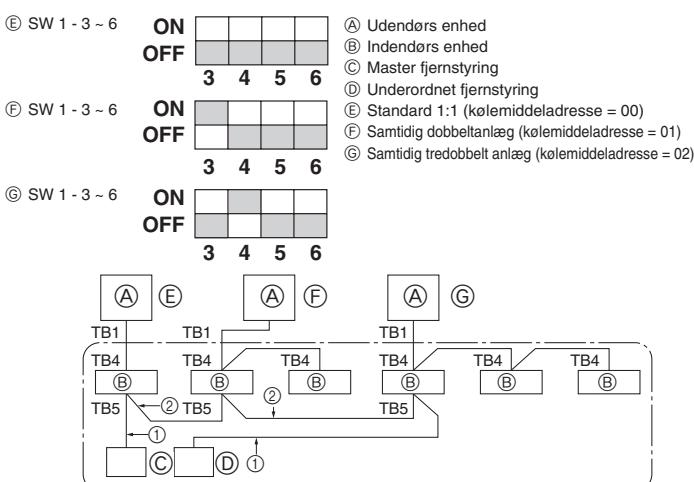

Fig. 9-1
① Tilslut strøm (hovedafbryder).
② Efter at gasstopventilen er lukket, sættes SWP-kontakten på kontrolpanelet på udendørs enheden til ON. Kompressoren (udendørs enhed) og ventilatorerne (indendørs og udendørs enhed) starter og opsamlingen af kølemidlet begynder. LED1 og LED2 på kontrolpanelet på udendørs enheden er tændt.
9. Systemkontrol (Fig. 9-1)